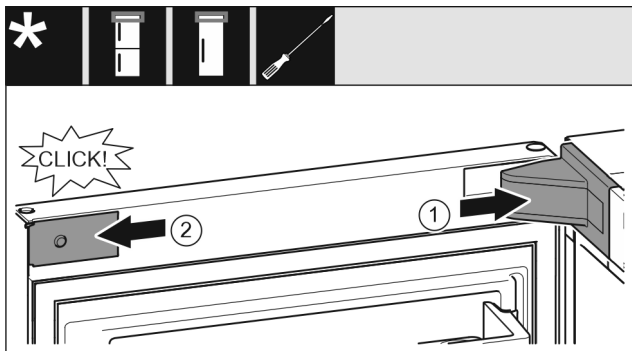

Fig. 21
- ▶ Nasadte a zaklapněte kryt stojanu ložiska Fig. 21 (1), příp. opatrně přitlačte od sebe.
- ▶ Z boku nasadte záslepku Fig. 21 (2) a zaklapněte.